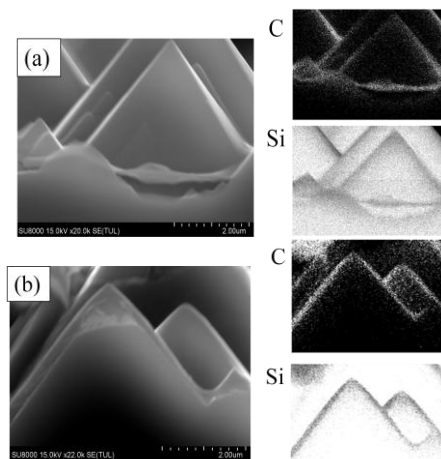
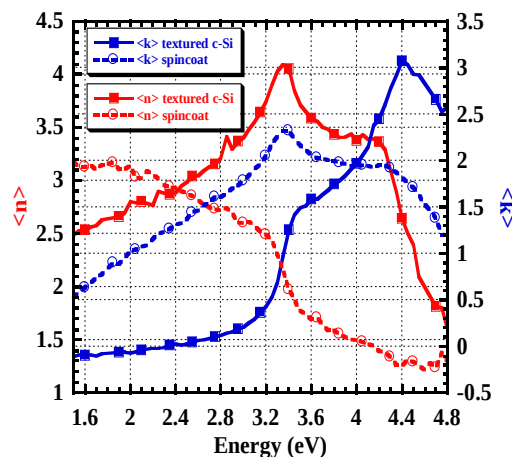

Fig1:SEM and EDX (C,Si) images of PEDOT:PSS on textured c-Si (a)spincoated (b)CMD
Fig2:Spectroscopic <n> and <k> spectra of textured c-Si and spin-coated PEDOT:PSS
3. 結果と考察：図 1 はスピncコートおよび霧化塗布法でテクスチャー基板上に形成した断面 SEM 像を Si, C 元素の EDX マッピング像とともに示す。スピncコート法では側面には塗布はほとんど観測されなかった。一方霧化塗布法ではピラミッド頂上および側面に比較的均一塗布が観察できた。テクスチャー c-Si、スピncコートによる 100nm 厚の PEDOT:PSS 塗布膜に対する測定<n>, <k>スペクトルを図 2 に示す。測定は入射角を最適化した光学配置で行った。スピncコートでは結晶 Si の光学遷移に起因する 3.3 および 4.2 eV の微細構造が観測されるが, 霧化塗布法による PEDOT:PSS 膜では不明瞭であった。これらの塗布形態の相違を c-Si, PEDOT:PSS, ボイド成分からなる多層モデルにより考察した結果を報告する。